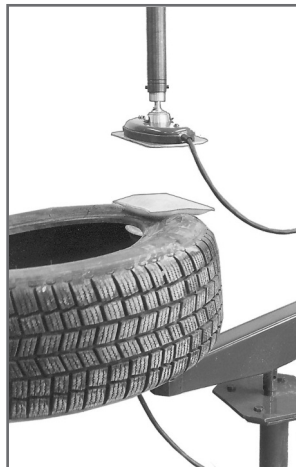

рис. 9
- Расположить шину так, чтобы место ремонта находилось в центре нижнего нагревателя (рис. 9) .